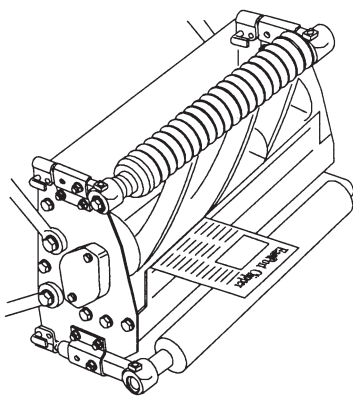

Figura 4
2. Impostate l'apparato di taglio come riportato nella Figura 4. Non appoggiate l'apparato di taglio sulla manopola di regolazione della controlama, perché modifichereste il gioco fra cilindro e controlama. Inserite un blocco di legno sotto il tubo tondo trasversale, per sostenere la manopola di regolazione in superficie.